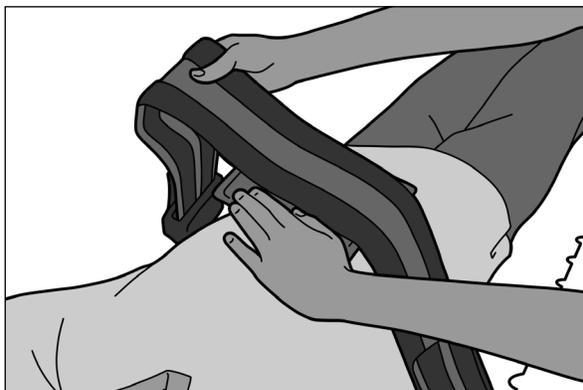

Figure 9
6. Poser la ceinture sur le patient, côté numéros vers le bas, et l'accrocher à la palette et à la vessie. Vérifier que la boucle de la ceinture s'aligne et s'engage avec l'accroche de la vessie (Figure 9).